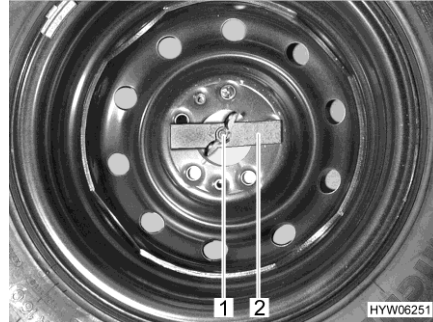

Bild 187 Reservhjul i det bakre bagageutrymmet
- Vingmutter (Bild 187,1) lossas för hand och skruvas av.
- Tryckstycket (Bild 187,2) tas bort.